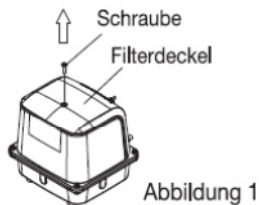

Abbildung 1
2. Entfernen Sie die Schraube mit dem Schraubendreher wie in der Abbildung 1 dargestellt.